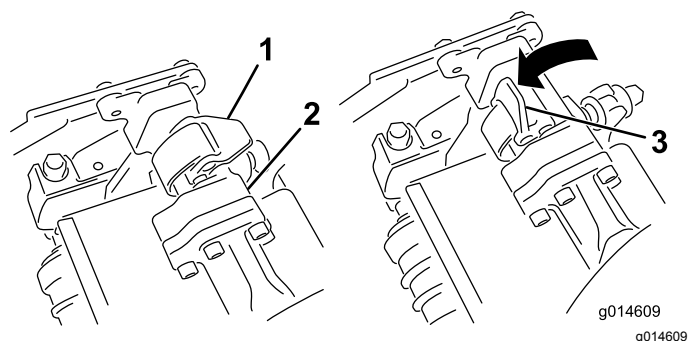

Figura 45
4. Presione los enganches hacia abajo alrededor de la barra de la unidad de corte y bloquéelas (Figura 45).
- Abra los enganches de la barra del brazo de suspensión de la unidad de corte que está retirando (Figura 45).